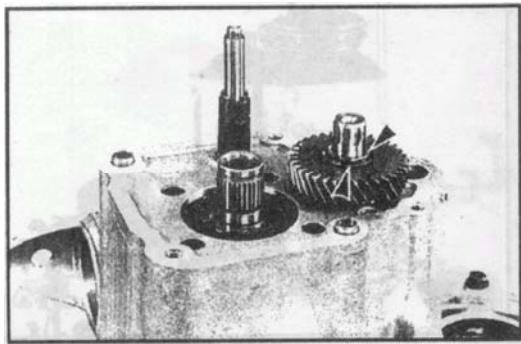

图 4-22 拆卸变速器 (十三)
(13) 取下五档从动齿轮卡环和五档从动齿轮, 如图 4-22 所示。